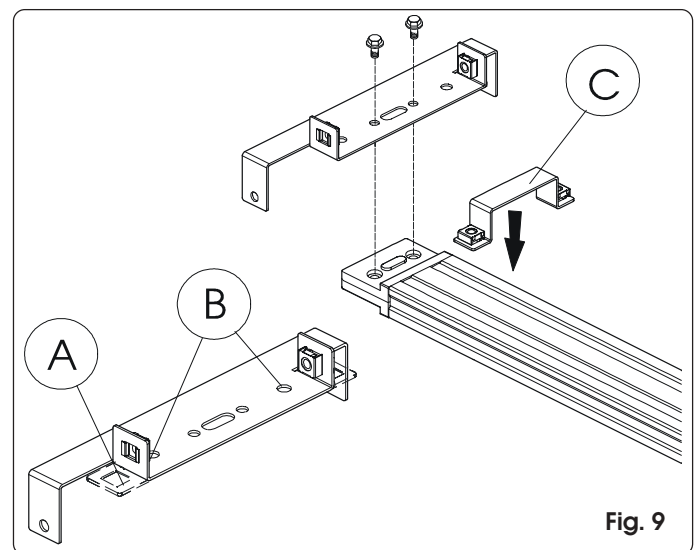
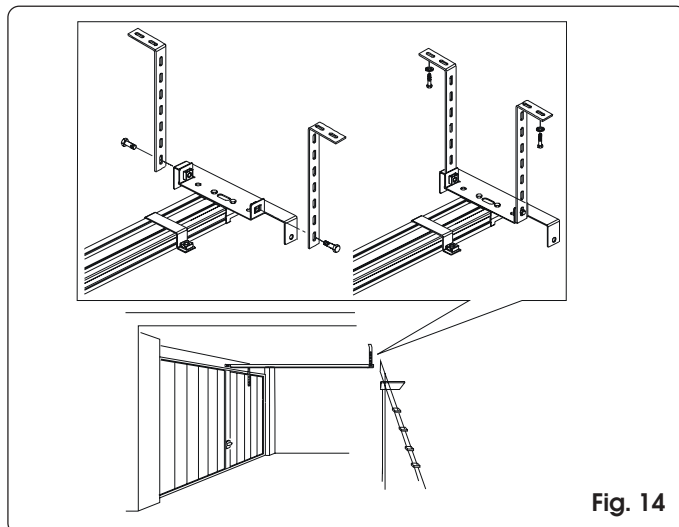

Fig. 9
Fig. 14
Montar el enganche trasero en el grupo de tracción (fig. 9). Si el operador se debe instalar en contacto directo con el cielo raso puede ser necesario cortar o plegar las grapas de fijación de las abrazaderas (fig. 9 ref. A) y también quitar la tuerca. Para la fijación se utilizan los agujeros (fig. 9 ref. B). Preparar un espesor de 5 mm para colocar entre el enganche posterior y el techo.
- 11) Montar las abrazaderas en el enganche trasero y posicionar nuevamente la guía de deslizamiento (fig. 14).
- 12) Marcar los puntos de fijación en el cielo raso, hacer las perforaciones protegiendo la guía de desplazamiento, posicionar la escuadra de fijación delantera del operador (fig. 9 ref. C y fig. 14) y terminar la instalación de la guía.